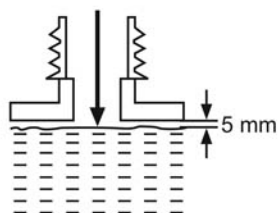

Fig. 11
- > Utilisez exclusivement le mélange huile/essence prévu. Évitez de trop remplir le réservoir. Laissez un espace d'au moins 5 mm entre la surface du carburant et la paroi supérieure du réservoir [6], afin que le carburant puisse s'étendre (Fig. 11).